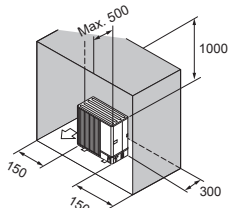

Fig. 2-14
- (6) Obstrucții sau suprafețe închise numai în spate, în lateral și deasupra (Fig. 2-14)